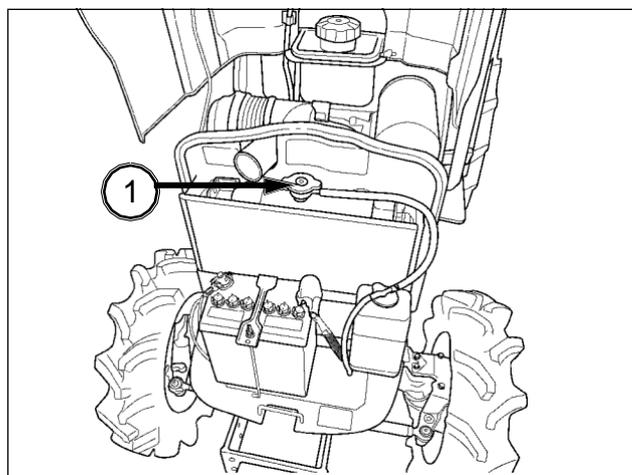

FIG. 98
FIG. 98 y 99: El circuito de refrigeración originalmente está lleno de una solución anticongelante que protege el motor y el radiador hasta una temperatura de -37 °C. El nivel del líquido de refrigeración debe mantenerse a 10 mm de la parte superior del tapón del radiador (1). Compruebe el líquido de refrigeración como precaución contra las heladas.